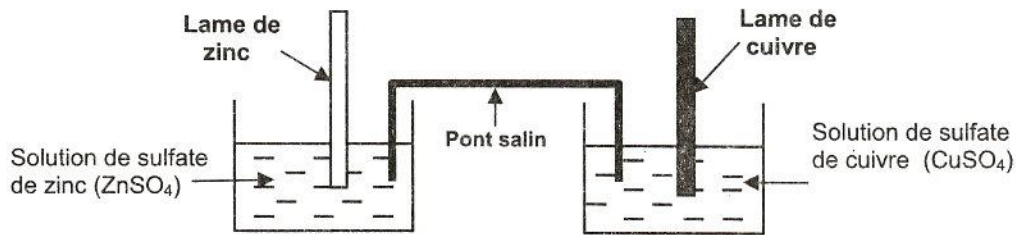

Figure 1
On considère la pile électrochimique (P) schématisée par la figure 1.